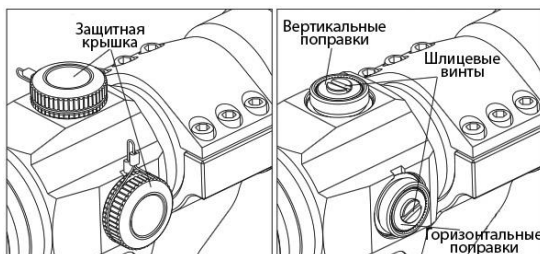

Рис. 6
1. Наверху прицела находится барабан вертикальных поправок, справа – барабан горизонтальных поправок (Рис.6). На фабрике прицельная марка устанавливается в положение, примерно соответствующее пристрелке.